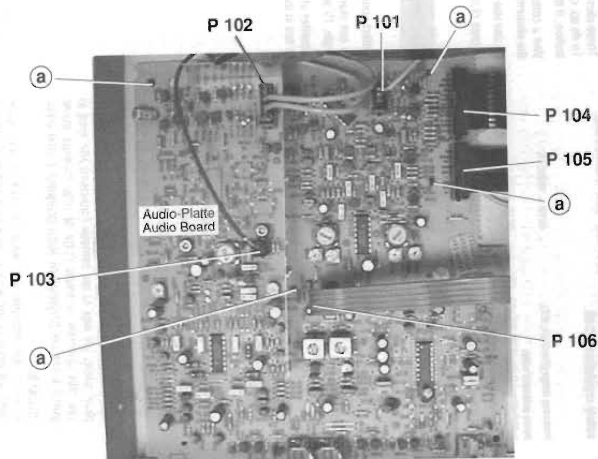

Fig. 2
- Steckverbindungen P 101, P 102, P 103, P 104, P 105 und P 106 lösen (Fig. 2).
- 4 Plattenhalter (a) (Fig. 2) ausrasten und Leiterplatte herausnehmen.
- Unplug the connectors P 101, P 102, P 103, P 104, P 105 and P 106 (Fig. 2).
- Disengage the 4 spacers (a) (Fig. 2) and remove the circuit board.
- Bei Bedarf Steckverbindungen P 01 B, P 02 B, P 03 B, P 05 B, P 13 B auf der Logik-Platte (Fig. 2 und 4) und P 104, P 105, P 106 auf der Audio-Platte (Fig. 3) lösen.
- If necessary, unplug the connectors P 01 B, P 02 B, P 03 B, P 05 B, P 13 B on the logic board (Fig. 2 and 4) and P 104, P 105, P 106 on the audio circuit board (Fig. 3).
- Steckverbindungen P 101, P 102, P 103, P 01 B, P 02 B und P 03 B lösen (Fig. 2, 3 und 4).
- Unplug the connectors P 101, P 102, P 103, P 01 B, P 02 B and P 03 B (Figs. 2, 3 and 4).